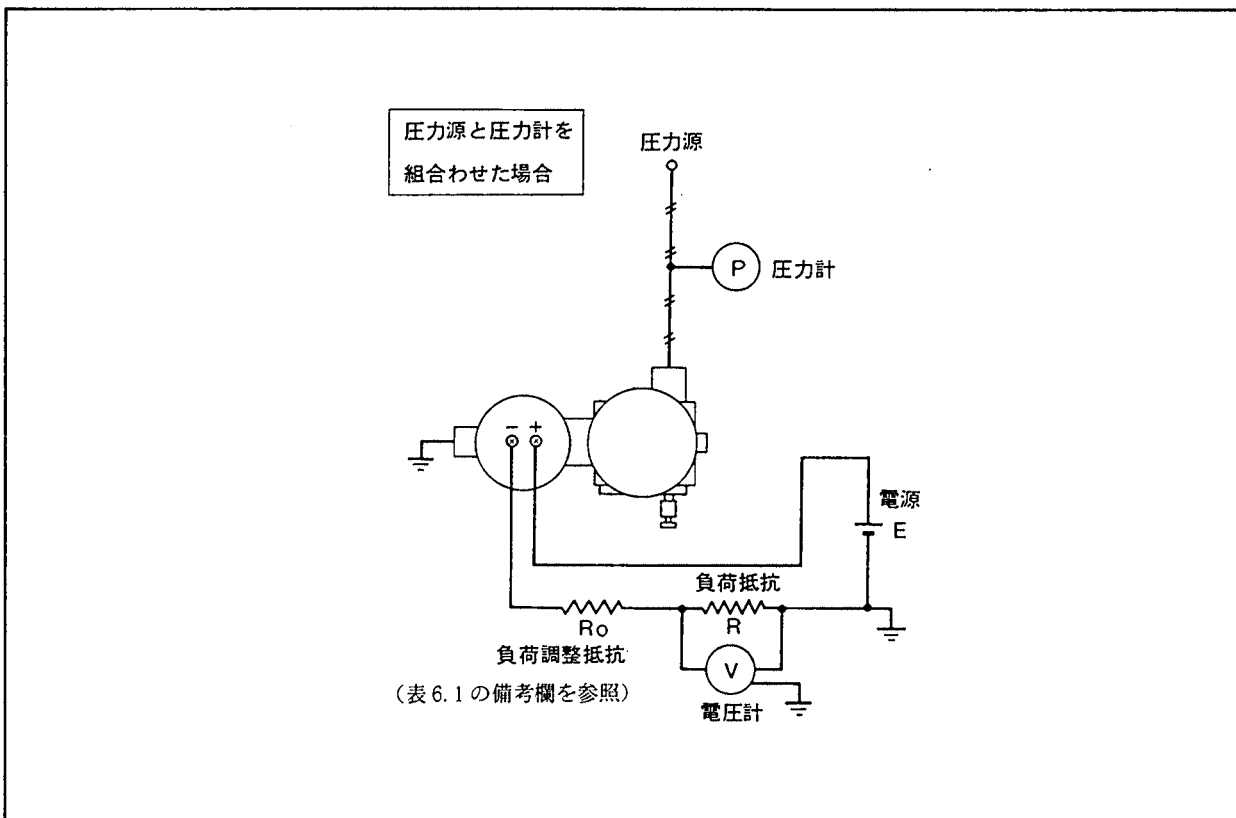

図 6.1 各機器の接続
- (1) 図6.1のように各機器を接続し、10分以上ウォームアップします。
- (3) 図6.1のように各機器を接続し、10分以上ウォームアップします。
- (4) ダンピング調整ボリュームを反時計方向へ一杯回します(6.7項参照)。
- (5) 圧力を 1.3×10^{-3} kPa { 10^{-2} mmHg} abs.にし、ゼロ調整ねじで出力を $1.000V \pm 0.01V$ (0%)に調整します。または5.3.1項を参照して測定レンジの0%近辺の絶対圧力を加え、これに対応する出力になるようにゼロ調整します。
- (6) カプセルアセンブリのMAX SPAN圧力を加え、スパン調整ボリュームで出力を $5.000V \pm 0.01V$ (100%)に調整します。
- (7) (5), (6)項を繰り返して行ない、各電圧が許容値内に入るようにします。
- (8) MAX SPANの1/2の圧力を加え、出力が $3.000V \pm 0.01V$ (50%)の範囲内に入るか確認します。範囲内に入らない場合にはリニアリティ調整ボリュームで調整します。
- (9) (5)~(8)項を繰り返して行ない、各電圧が許容値内に入るようにします。
- (1) 6.3項の図6.1と同じように各機器を接続し、プロセス接続口に使用レンジ内の圧力を加えて10分以上ウォームアップします(6.3項(1)の注意を参照)。